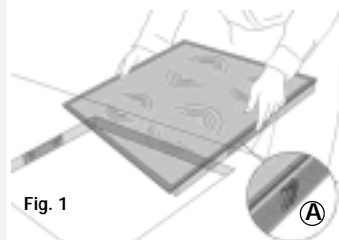

Fig. 1
- Positionnez les 4 attaches **(A)** sur le cadre du plan de cuisson, dans le siège prévu à cet effet, voir Fig. 1